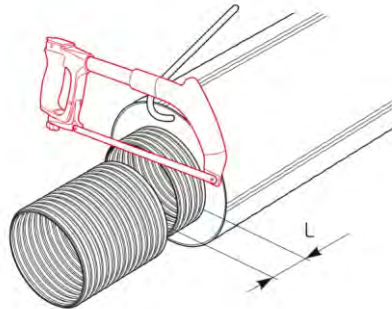

Рис. 3.6.9
9. Обрезать напорную трубу перпендикулярно продольной оси на расстоянии L от торца слоя теплоизоляции (рис. 3.6.9).